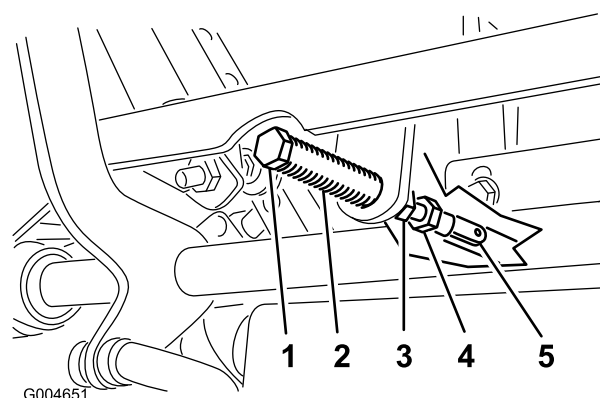

Figura 88
5. Tire hacia atrás de la palanca hasta que el pasador (en el brazo situado encima del eje pivotante) entre en contacto con el extremo de la ranura (empezando justo a tensar el resorte) como se muestra en Figura 88.
- Si es necesario un ajuste, afloje la tuerca y la contratuerca contra la horquilla (Figura 88).
- Aplique una ligera presión hacia atrás en la palanca de control de movimiento, gire la cabeza del perno de ajuste en el sentido apropiado hasta que la palanca de control esté centrada en posición de BLOQUEO/PUNTO MUERTO (Figura 88).
- Apriete la tuerca y la contratuerca (Figura 88).
- Apriete las contratuercas de las articulaciones esféricas (Figura 88).